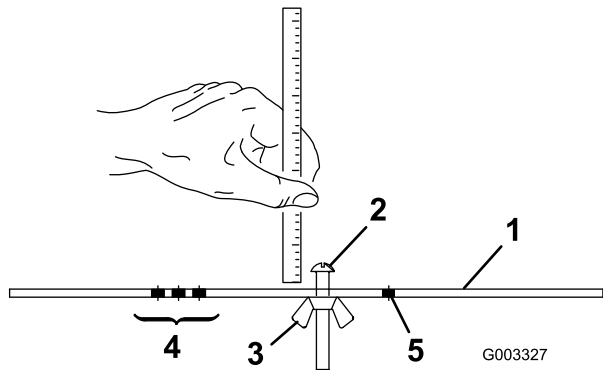

Figura 16
- 2. Allentate il dado sulla barra di riferimento (Figura 16) e regolate la vite di regolazione secondo l'altezza di taglio desiderata. La distanza tra l'estremità inferiore della testa della vite e la parte frontale della barra corrisponde all'altezza di taglio.